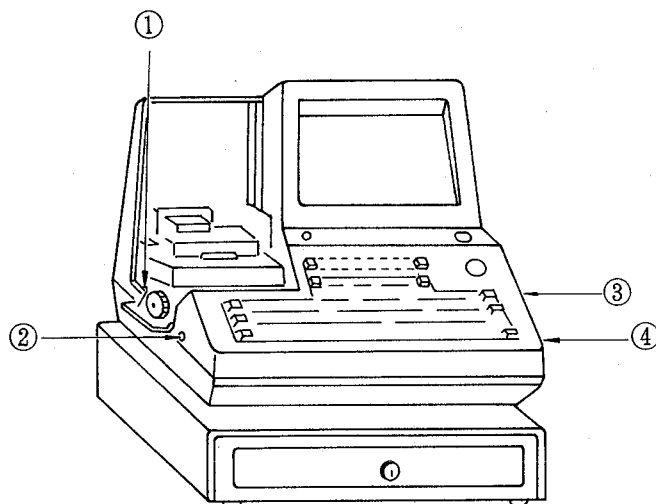

Abb.13
- (3) Die Schrauben (4 Stück) losdrehen (siehe Abb. 13) und das Gehäuseoberteil entfernen.